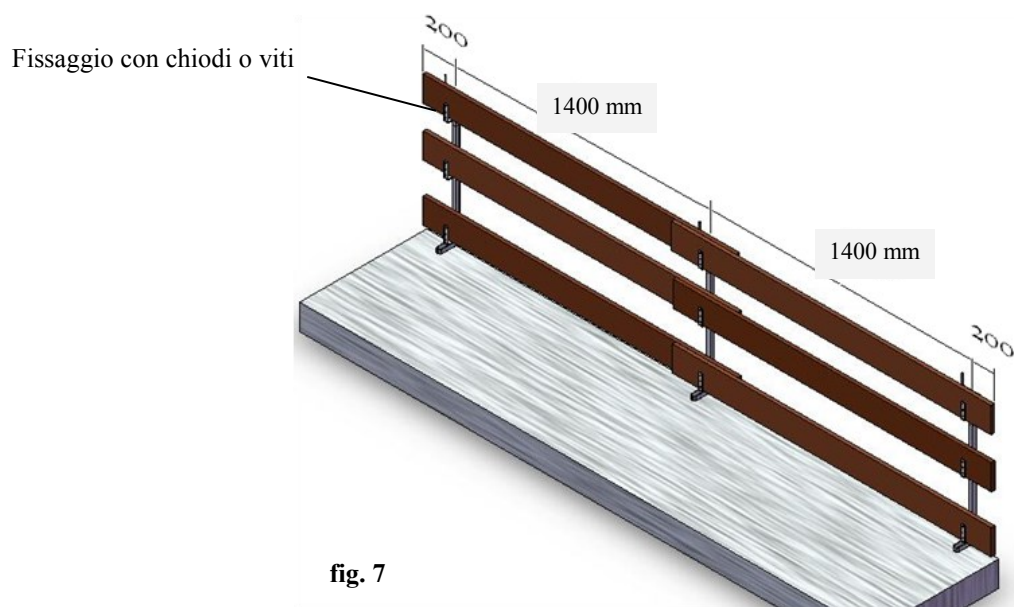

fig. 7
- Completare il montaggio del sistema di protezione provvisorio, inserendo negli appositi sostegni, le tavole (fig. 7 a pag. 9) in legno di abete o di altra essenza (classe minima di resistenza C16 – UNI EN 338), o con altri profili metallici in grado di resistere ai carichi richiesti dalla normativa UNI EN 13374;
- Le tavole (fig. 7) o i profili utilizzati devono essere integri sotto l'aspetto della resistenza e la loro lunghezza minima deve essere superiore di almeno 400 mm a due campate. (esempio: 1400 mm + 1400 mm + 200 mm + 200 mm = 3200 mm)